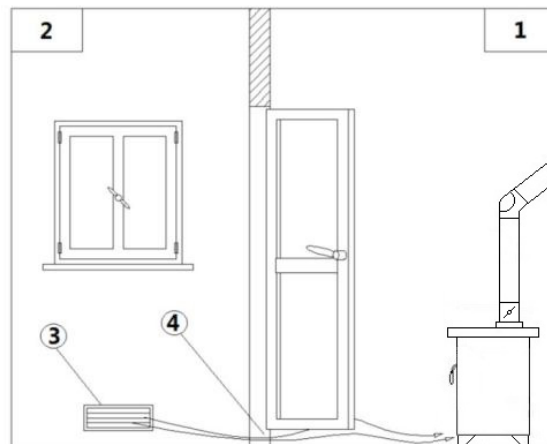
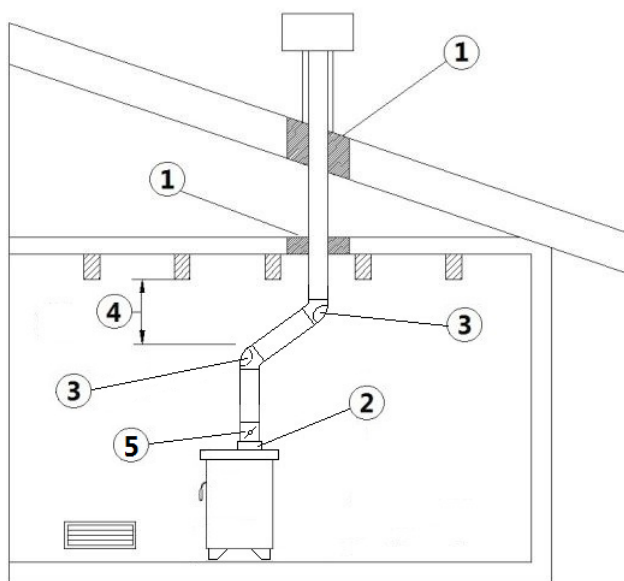

Fig. 6 - Afflusso d'aria indiretta
Fig. 7 - Esempio 1
LEGENDA Fig. 6 a pag. 8-Fig. 7 a pag. 8
- L'afflusso dell'aria tra l'esterno ed il locale può avvenire per via diretta, tramite apertura su parete esterna del locale (vedi **Fig. 6 a pag. 8**); oppure per via indiretta, mediante prelievo dell'aria da locali attigui a quello da ventilare (vedi **Fig. 7 a pag. 8**).